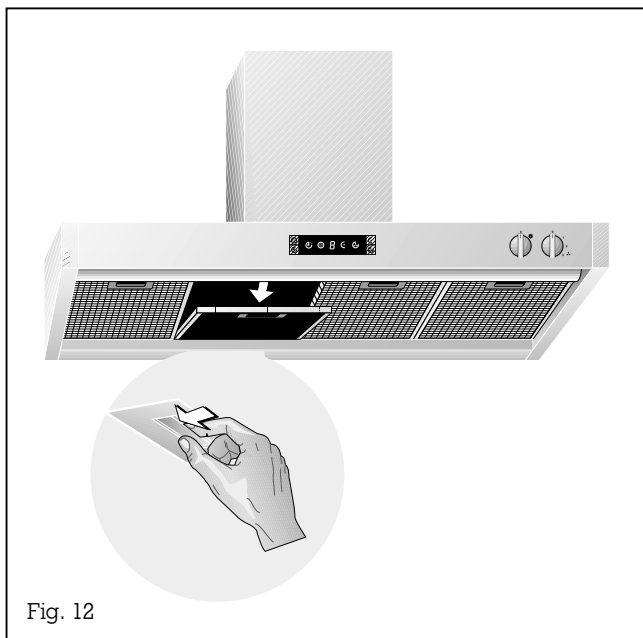

Fig. 12
- Tirez ensuite le filtre vers le bas pour le dégager de son support (fig. 12).